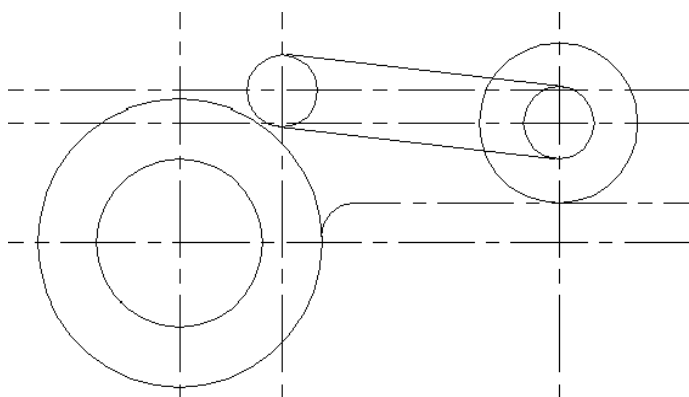

图 6-53
(10) 单击【修改】工具栏上的  按钮，设置倒角半径为“8”，捕捉大圆与刚才偏移后的中心线作为倒角的两边，如图 6-53 所示：